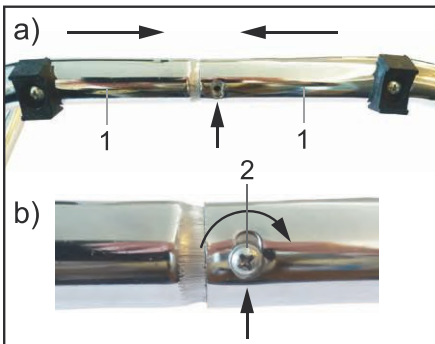

Fig.51: Montering af stativet
7. Sæt de to stativhalvdele (1) sammen som vist på fig. 51 a).
8. Skru dem fast ved hjælp af krydskærverskruen med linseformet hoved (2). Se fig. 51 b).